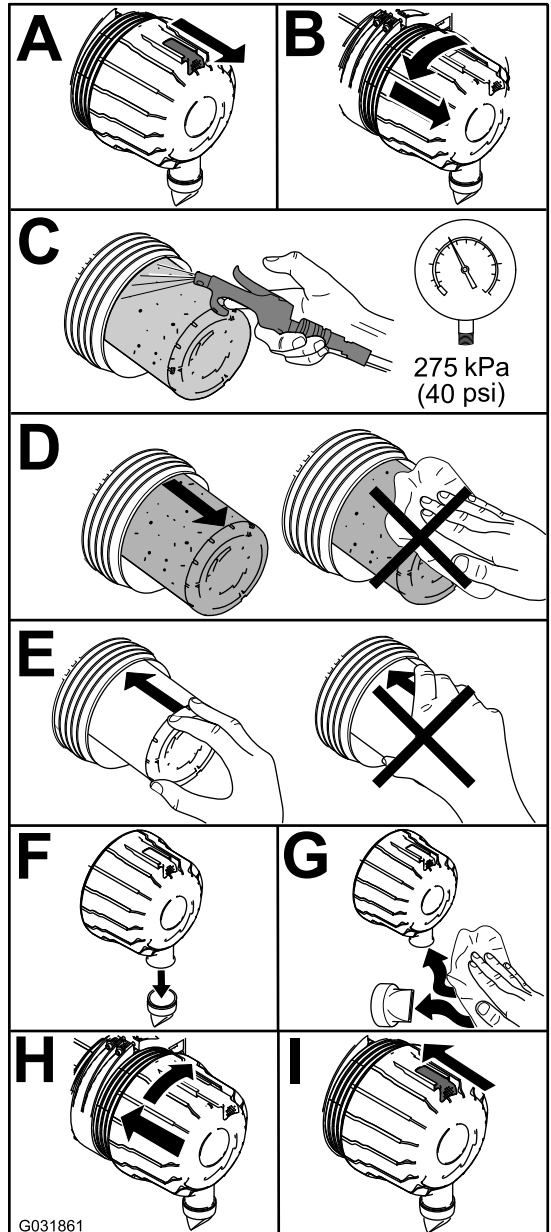

Figure 65
1. Remplacez le filtre à air (Figure 65).